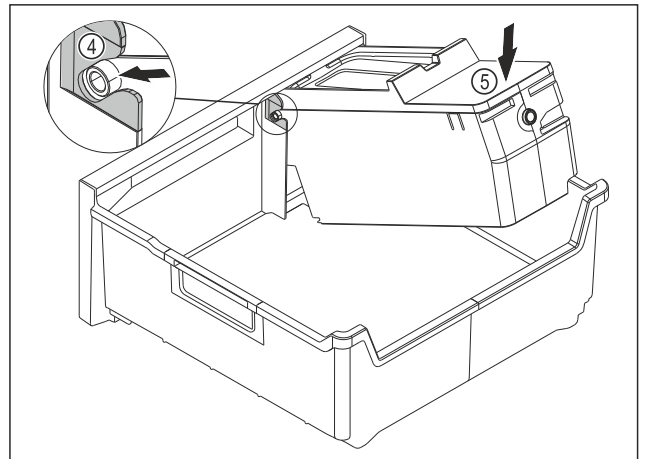

Fig. 83
- ▶ Montare il corpo dell'EasyTwist-Ice: Inserire gli assi del corpo dell'EasyTwist-Ice nelle guide Fig. 83 (4).
- ▶ Spingere il corpo dell'EasyTwist-Ice Fig. 83 (5) posteriore verso il basso.